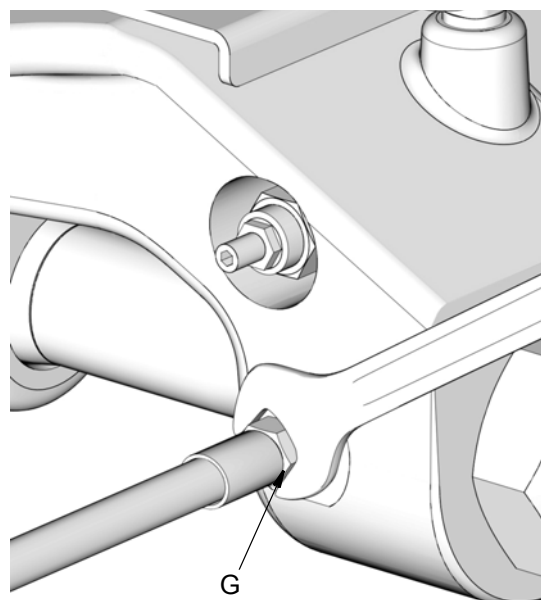

Рис. 10
2. Чтобы сбросить давление в системе с помощью ключа, **медленно ослабьте** фитинг смазочного трубопровода (G) и дождитесь момента, когда из фитинга (Рис. 10) больше не будет выходить смазочный материал или воздух.